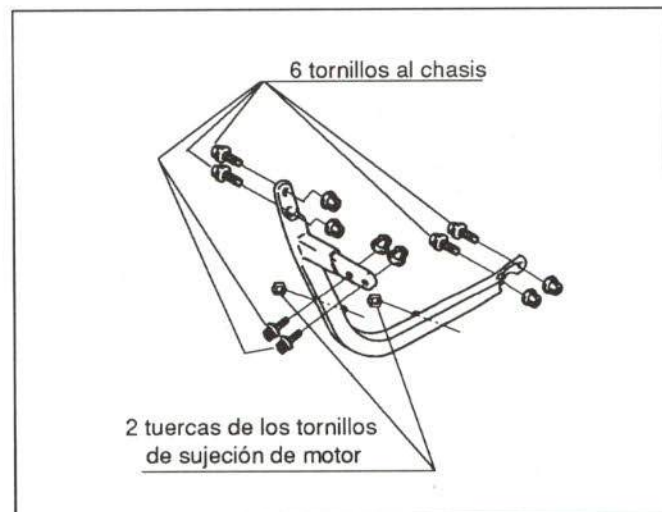

Figura 31.- Unión de la semicuna motor
La unión de la pieza se detalla en la figura 31.
- Desmontar la semicuna motor (figura 31)
- Semicuna motor (figura 31)